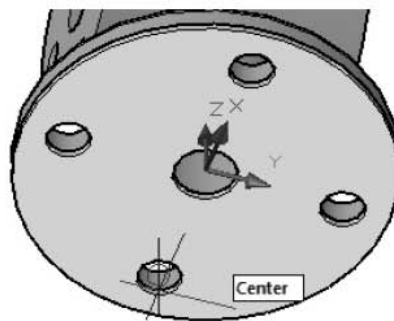

Рис. 12.4. Привязка к центру окружности основания соседнего крепежного отверстия
9. Укажите третью точку с привязкой **Центр (Center)** — центр окружности основания соседнего крепежного отверстия (рис. 12.4):